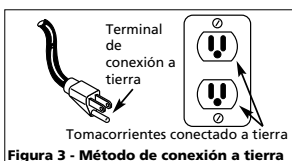

Figura 3 - Método de conexión a tierra
1. Este producto está diseñado para circuitos nominales de 120 voltios y tiene un enchufe para conexión a tierra similar al de la Figura 3. Cerciérese de conectarlo a un tomacorrientes cuya